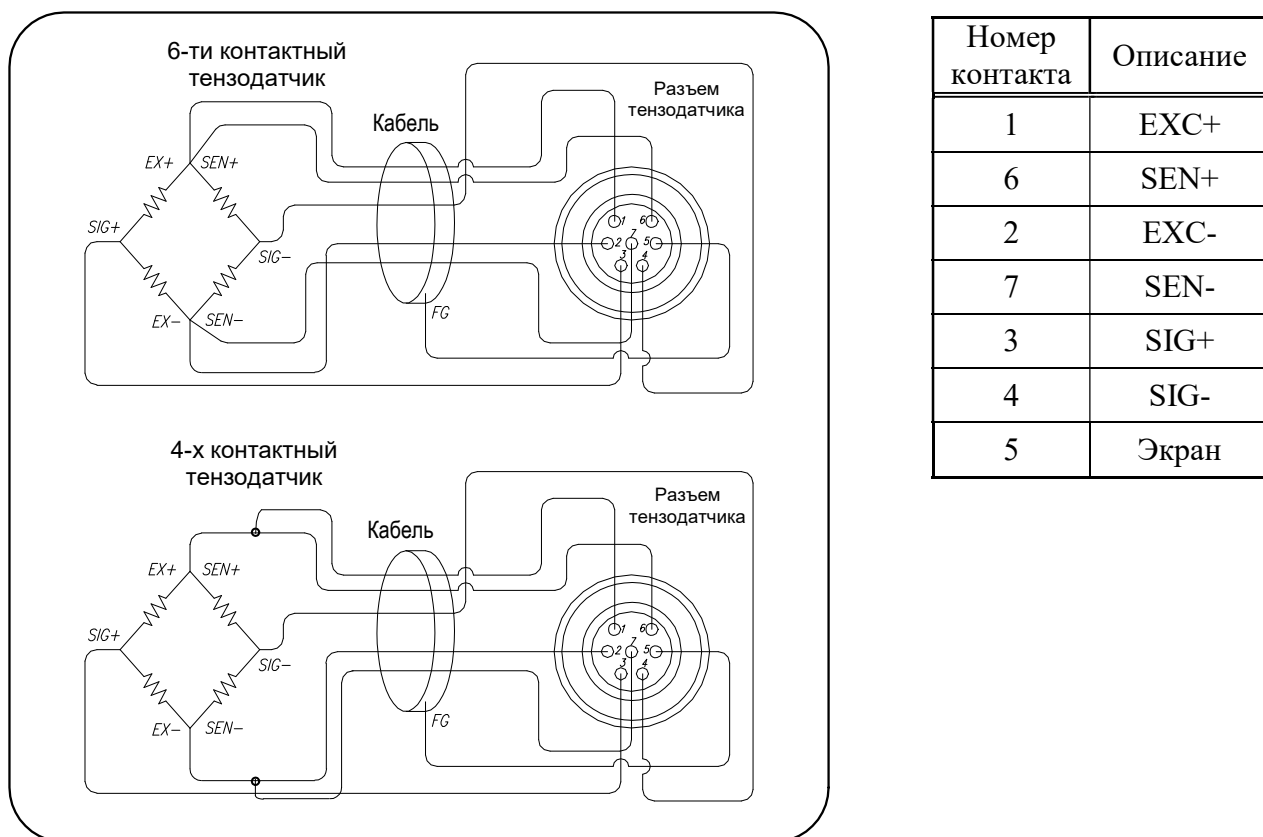

Рисунок 5.1 – Схема подключения 4-х и 6-ти контактного тензодатчика к индикатору
- Подключить разъем провода тензодатчика к соответствующему разъему, расположенному на задней стенке индикатора (рис. 5.1).